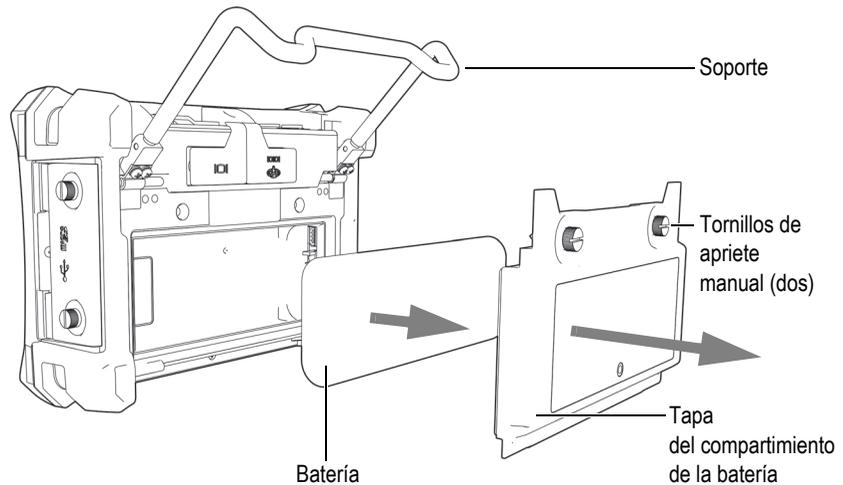

Figura 1-10 Retiro de la batería de iones de litio
2. En la parte posterior del equipo, afloje los tornillos de apriete manual que aseguran la tapa del compartimiento de la batería (ver la Figura 1-10 en la página 37).
3. Retire la tapa del compartimiento de la batería (ver la Figura 1-10 en la página 37).